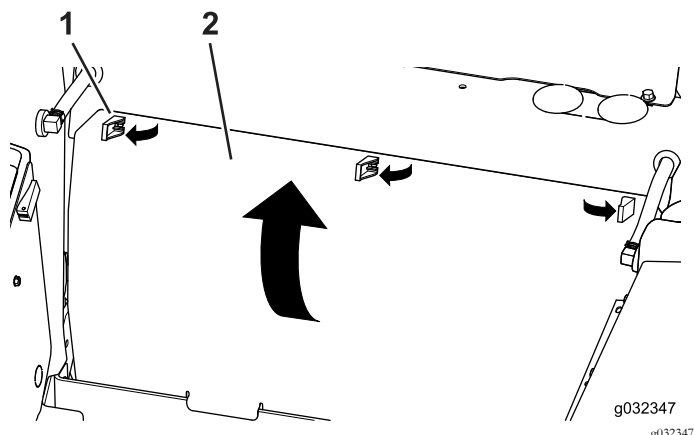

Figura 7
2. Abra los 3 cierres de expansión y retire el panel trasero (Figura 7).